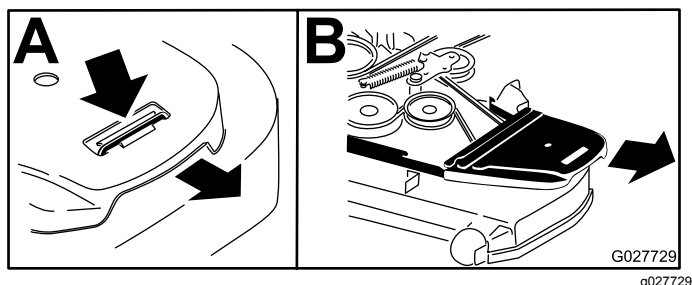

Figura 60
4. Togliete i copricinghia (Figura 60).